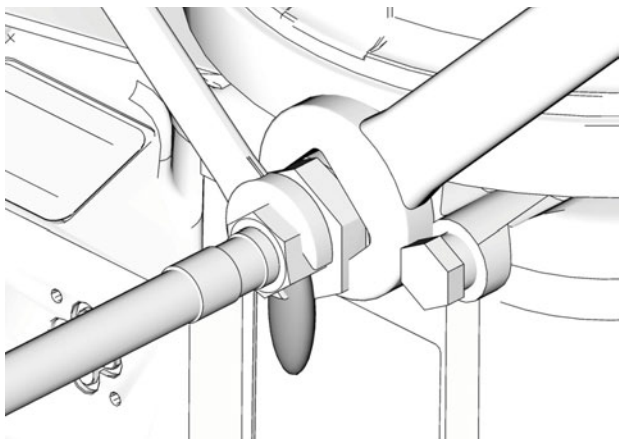

FIG. 3
4. Serrer l'élément de la pompe manuellement et puis le couple à 50 pouces livres (5,6 N•m) (FIG. 3).